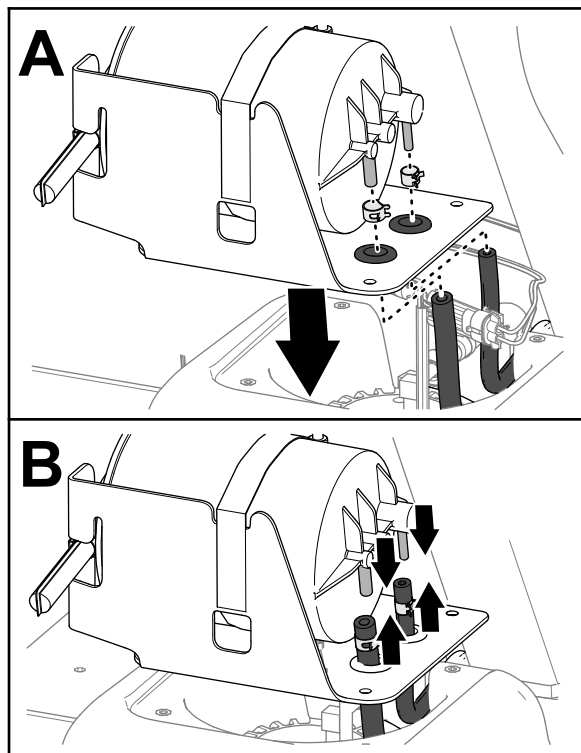

Figura 90
1. Alinhe os tubos do depósito de combustível através dos anéis isolantes do suporte do recipiente de carbono (**Figura 90**).
2. Monte as braçadeiras de tubos nos tubos (**Figura 90**).
3. Monte os tubos nos encaixes do recipiente de carbono (**Figura 90**).